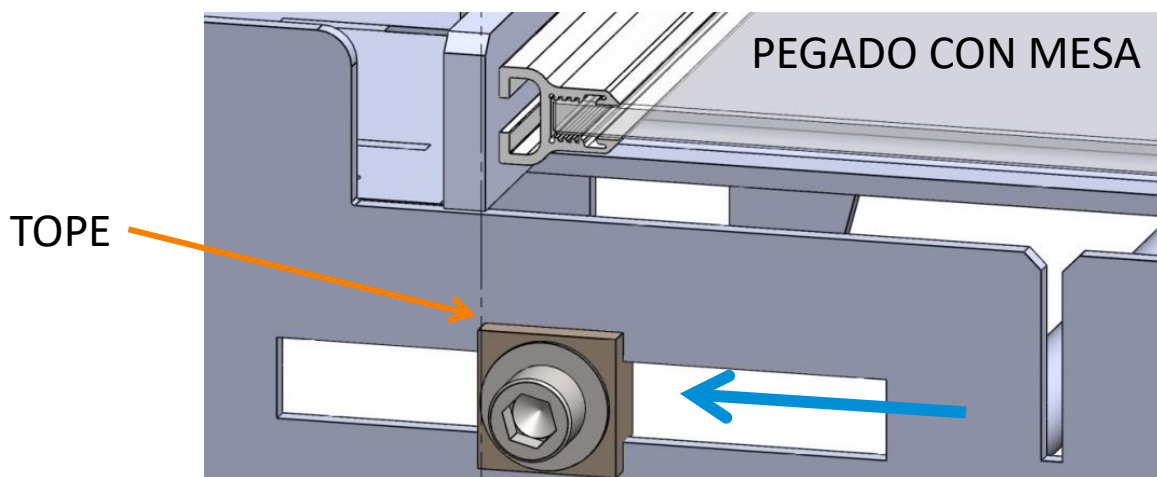

Figura 21
- Apretar los topes en esta posición (Figura 21) y comprobar las alturas y las diagonales.